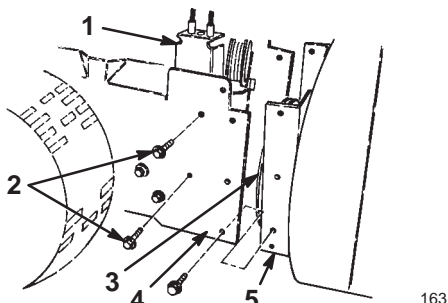

Figure 2
1. Enlevez les deux boulons à collerette qui fixent l'ensemble poulie de tension au bâti du moteur et déposez l'ensemble poulie de tension (Fig. 2).
2. Placez les trous du carter de tarière/turbine en face des trous du bâti du moteur (Fig. 2).
3. Acheminez la courroie de tarière/turbine autour de la poulie de turbine (Fig. 2).
5. Montez l'ensemble poulies de tension en alignant les poulies avec les courroies (Fig. 2 et 31).